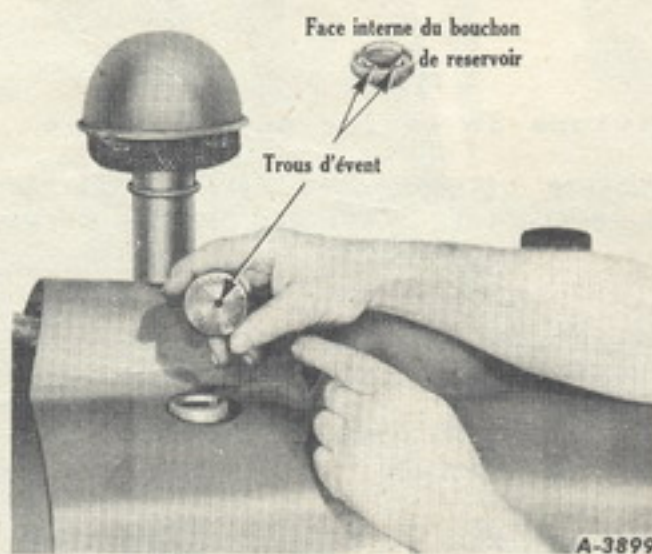

Figure 12
(4) Les deux réservoirs comportent, dans leur bouchon, des trous de mise à l'air libre. Il est indispensable, pour que le combustible s'écoule normalement, que ces trous ne soient pas bouchés (voir figure 12).